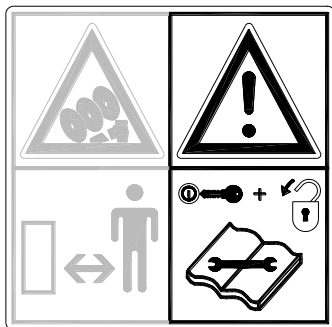

Fig. 3
**Desconecte siempre el motor del tractor y saque la llave del tractor del contacto y desbloquee el PTO** durante el mantenimiento, los ajustes y reparaciones.(Fig. 3)